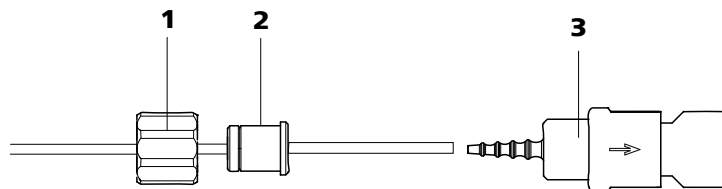

Abbildung 32 Pumpschlauch-Verbindung mit Filter installieren
- **Fall A:** eine Pumpschlauch-Verbindung **mit Filter** (6.2744.180) (siehe Abbildung 32, Seite 53) oder